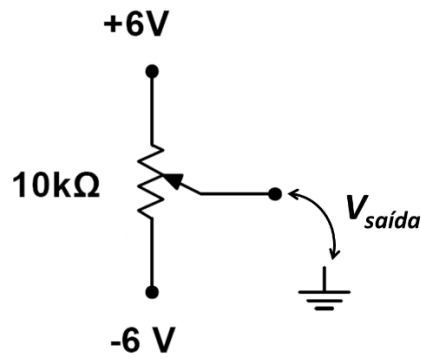

Figura 3.22
- 2º. Monte o circuito a apresentado na Figura 3.22.
- 3º. Meça $V_{saída}$ indicado na Figura 3.22 e preencha a Tabela 3-4 de acordo com cada uma destas condições e suas letras correspondentes na tabela: (a) coloque o cursor o mais à esquerda; (b) gire até uma posição qualquer antes da metade; (c) gire até a metade; (d) gire até uma posição qualquer antes do cursor chegar mais à direita; (e) coloque o cursor o mais à direita.